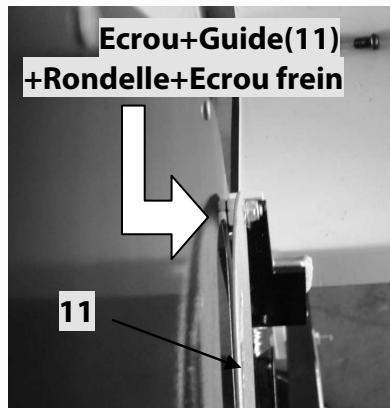

Fig 13
- Vissez un écrou M5 de l'autre côté de la plaque (Voir Fig 13), placez le guide coulissant (11) puis une rondelle de 5.